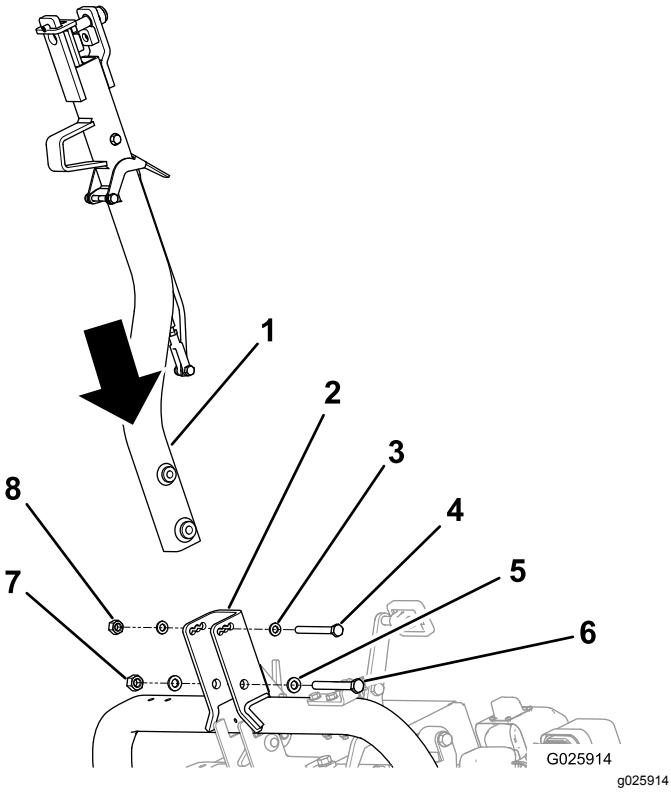

图5
2. 使用适当的紧固件将挂钩固定到挂钩枢轴支架上请参阅**图5**。